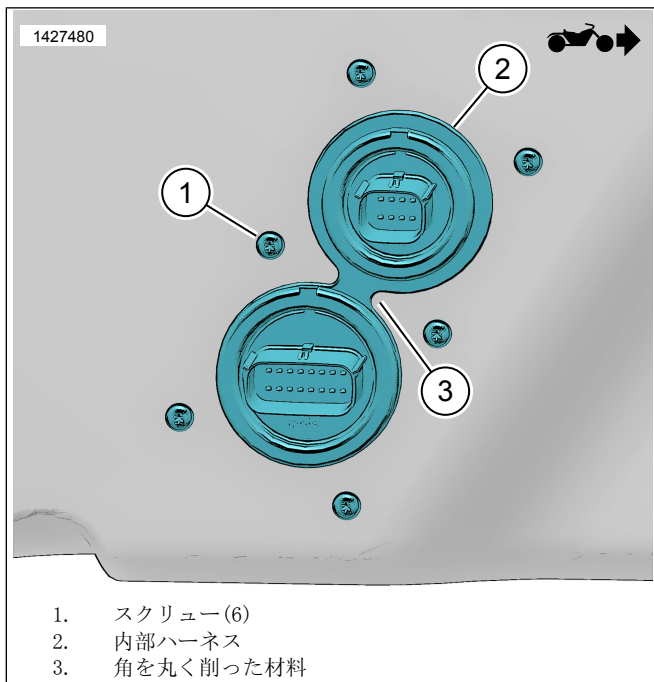

図3。インナーハーネス
- d. 図3を参照してください。材料の角を丸く削ります(3)。
11. 図3を参照してください。内部ハーネス(2)を取り付けます。